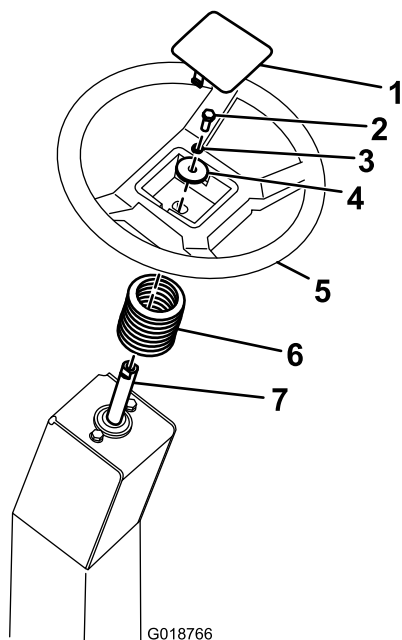

Figura 5
1. Fate scorrere la copertura dell'albero dello sterzo sull'albero stesso (Figura 5).